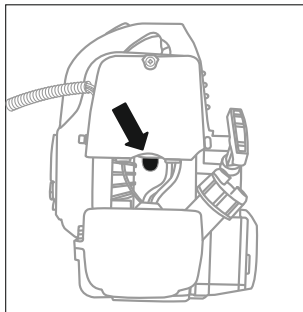

рис.1
3. Пять-семь раз нажмите на прозрачный колпачок ручной подкачки топлива (праймер), расположенный между воздушным фильтром и топливным баком, для заполнения карбюратора топливной смесью (рис. 1). При этом сквозь прозрачный колпачок кнопки должна просматриваться подкачиваемая топливная смесь. Если топливная смесь не наполнила колпачок, нажмите на праймер еще несколько раз.